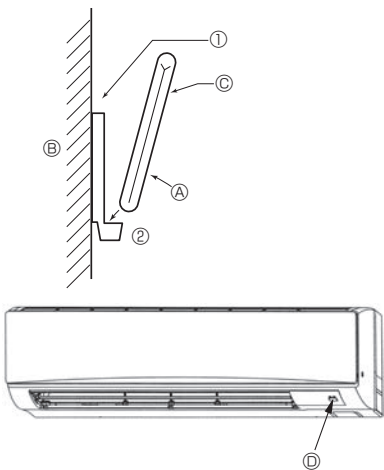

Fig. 6-2
2) Aufstellverfahren (Fig. 6-2)
- ① Die Halter der Fernbedienung mit zwei Blechschrauben am gewünschten Ort anbringen.
- ② Die Unterseite der Fernbedienung in den Halter einsetzen.
- (A) Fernbedienung